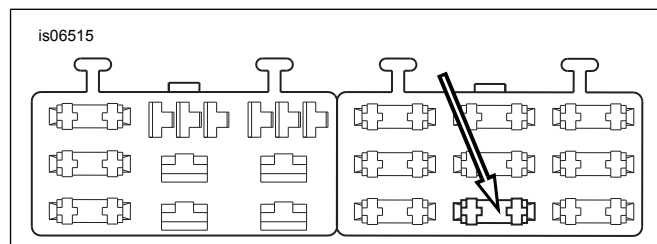

Figura 9. Cavidade do bloco de fusíveis "OPEN" (aberta) (modelos Dyna ano 2004 e posteriores)
4. Veja Figura 9. Localize a cavidade de fusível indicada como "OPEN" (aberta) na tampa do bloco de fusíveis do bloco de fusíveis do lado direito. Deve haver um fio alimentando um lado deste circuito, mas nenhum fio ou fusível correspondente estará presente. Insira o terminal no fio adaptador laranja/branco até parar. Consulte um terminal próximo instalado na fábrica para comparar e para verificar a orientação e a profundidade corretas.